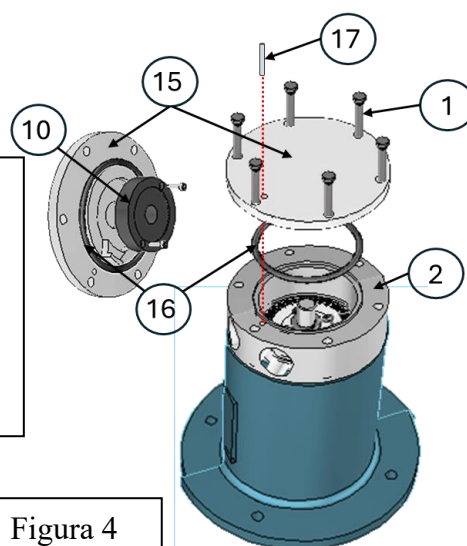

Figura 4
4. Rimuovere il coperchio (15) dal corpo (2) svitando le viti (1) (Figura 4). Rimuovere la spina elastica di centraggio (17) e se necessario sostituirla. Controllare lo stato di usura del disco superiore (15) e dell'o-ring (16) presenti nel coperchio ed eventualmente sostituirla.